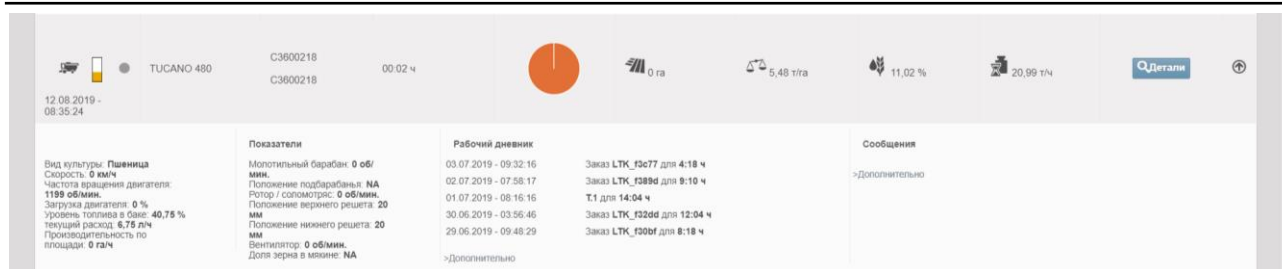

Рисунок 5.7 – Информация о комбайне
3. Выберите комбайн TUCANO 480 с серийным номером C3600218 и нажмите стрелку ↓, появится последняя сохраненная информация по комбайну (рисунок 5.7).